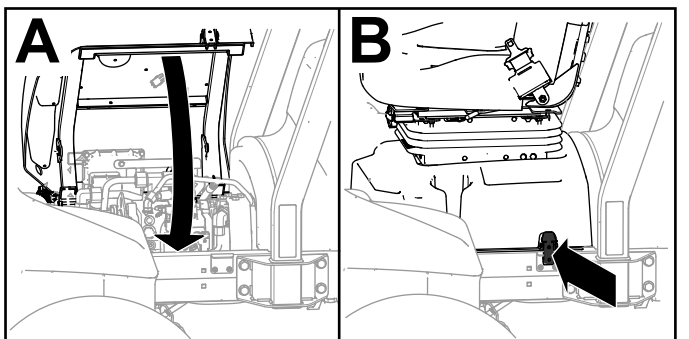

Bild 136
4. Schließen Sie den Sitz und das Sitzunterteil zu und verriegeln Sie das Sitzunterteil (**Bild 136**).